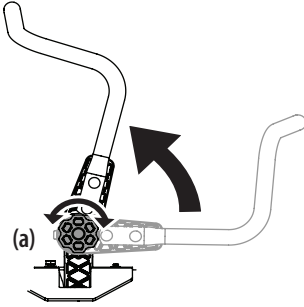

Figura 9
- Gire la perilla (a) en el sentido contrario a las agujas del reloj para flojar la perilla (a). Consulte la Figura 9 en la página 41.
3. Gire la perilla en el sentido de las agujas del reloj para asegurar la palanca de control de la transmisión de barra de seguridad hasta su posición. Consulte la Figura 9.